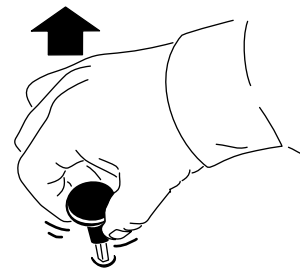

Figure 12
- Tirez sur la commande (Figure 12) pour engager la PDF ou activer l'accessoire (selon la configuration).